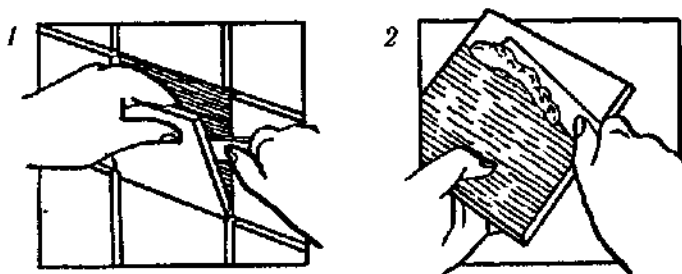

Рис. 109. Устранение дефекта.
Исправление **дефектов**. 1. Плитка выше (ниже) соседних (рис. 109). Ее надо сразу же удалить, поддев ножом и стараясь не задеть соседние (1), после чего со стены и этой плитки соскребают весь клей, наносят